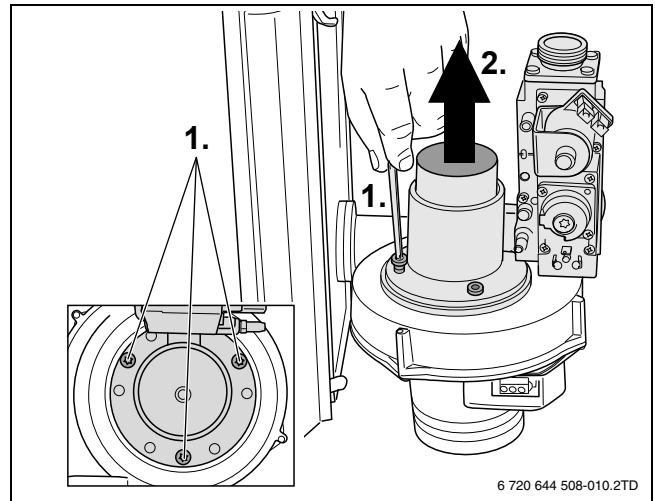

Fig. 10
- ▶ 松开 3 枚螺栓 (→ 图 10, [1], 第 44 页)。
- ▶ 从风机中取出带有文氏管的燃气阀 (→ 图 10, [2], 第 44 页)。